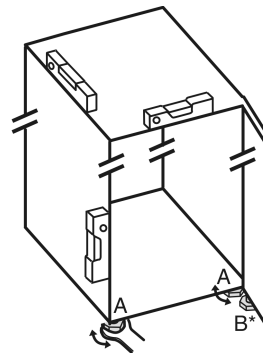

Fig. 4
- Stellfüße Fig. 4 (A) mit beiliegendem Gabelschlüssel und mit Hilfe einer Wasserwaage herausdrehen, bis das Gerät fest und ebenstehend ausgerichtet ist.
- ▶ Stellfuß Fig. 4 (B) am Lagerbock mit beiliegendem Gabelschlüssel herausdrehen, bis er auf dem Boden aufliegt.
- ▶ Stellfuß Fig. 4 (B) um 90° weiter drehen.